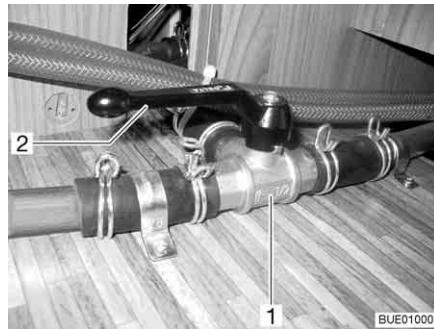

Bild 172 3-Wege-Ventil
- Den Hebel (Bild 172,2) des 3-Wege-Ventils (Bild 172,1) parallel zur geraden Durchflussrichtung (Bild 172) stellen.
- Den Hebel (Bild 172,2) des 3-Wege-Ventils (Bild 172,1) quer zur geraden Durchflussrichtung stellen.